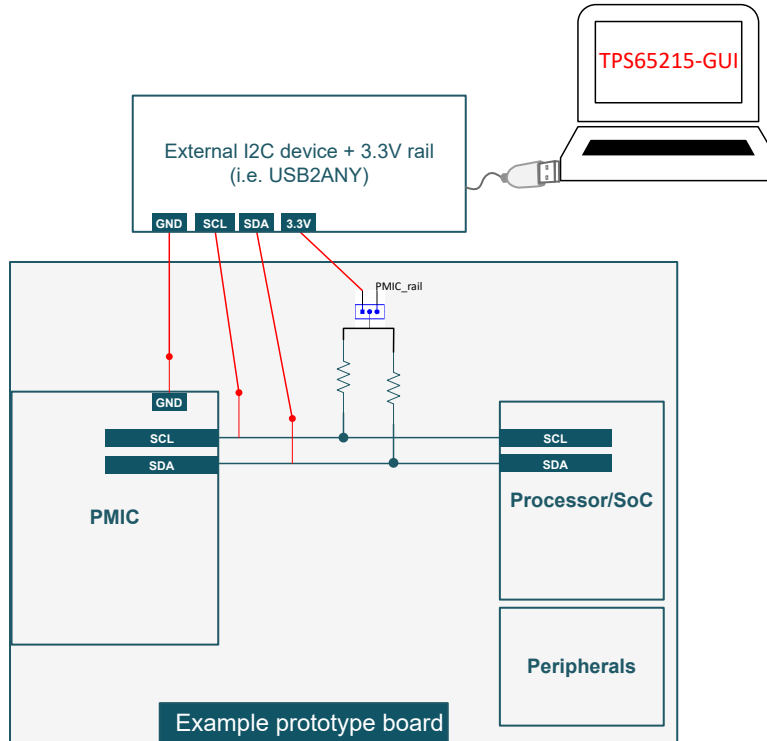

图 3-2. 原型示例
- b. **原型板**：默认情况下，用户可编程的 TPS6521505 NVM 附带的所有电源资源均处于非活动状态，并且 EN/PB/VSENSE 引脚配置为“Push-Button”，FSD 处于禁用状态 (PU_ON_FSD = 0x0)。如果此引脚上拉至 VSYS，当有效电源连接到 VSYS 时，PMIC 会保持关闭状态（初始化状态）。此配置允许在执行上电序列之前重新对 NVM 进行编程。图 3-2 展示了客户需要在原型板中包含哪些内容来重新对 PMIC NVM 进行编程。所需的元件包括 GND、SCL、SDA 上的三个测试点，以及一个 1x3 单排接头连接器，该连接器会在外部 3.3V 和 PMIC 电源轨（在正常应用中为 I2C 引脚供电）之间选择上拉电源。USB2ANY（可在 TI.com 上获取）可用于与 PMIC 通信并对 NVM 设置重新编程。